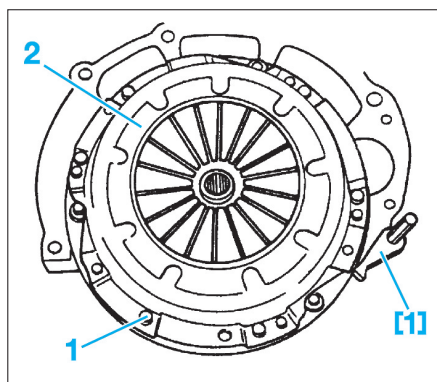

FIG. 5
• Immobiliser le volant moteur à l'aide de l'outil [1] (Fig.5).
• Déposer les vis de fixation (1) du mécanisme d'embrayage (2) progressivement puis dégager ce dernier en récupérant le disque.